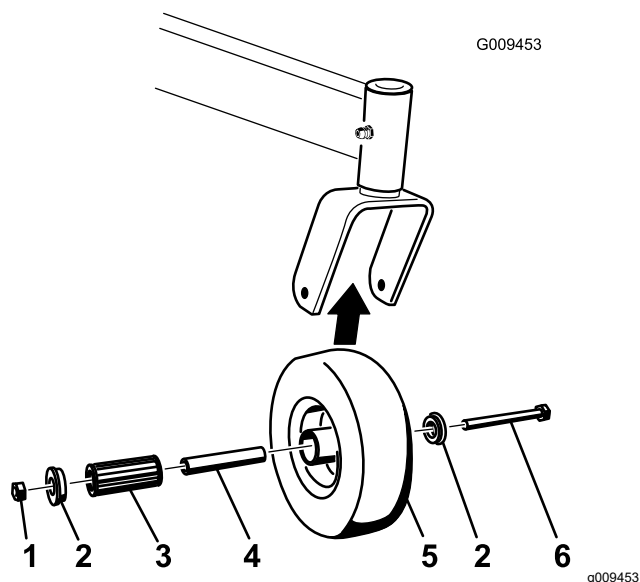

Figure 61
1. Enlevez le contre-écrou et le boulon de fixation de la roue pivotante à la chape (Figure 61).
- Enlevez une bague, puis sortez la douille pour clé et le roulement à rouleaux du moyeu de roue (Figure 61).
- Enlevez l'autre bague du moyeu, puis nettoyez la graisse et les saletés éventuellement présentes dans le moyeu (Figure 61).
- Remarque:** Remplacez les pièces endommagées ou usées (Figure 61).
- Placez une bague dans le moyeu de roue (Figure 61).
- Lubrifiez le roulement à rouleaux et la douille pour clé, et insérez-les dans le moyeu (Figure 61).
- Mettez la deuxième bague dans le moyeu (Figure 61).
- Montez la roue pivotante dans la fourche à l'aide du boulon et du contre-écrou (Figure 61).
- Serrez le contre-écrou jusqu'à ce que la base de la douille pour clé soit en appui contre l'intérieur de la fourche (Figure 61).